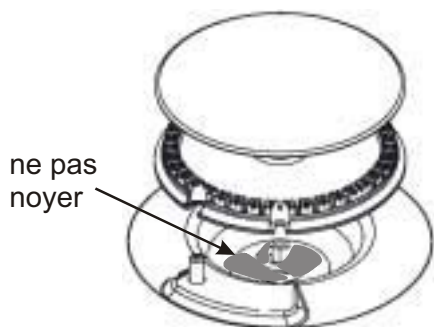

Fig. 29
- Pendant le nettoyage de la table de cuisson ne pas utiliser de quantité excessive d'eau et faire attention à ne pas noyer l'enfoncement du brûleur, car l'eau pourrait ainsi pénétrer dans l'injecteur (fig. 29). Si l'injecteur sera inondé le brûleur ne s'allumera pas.